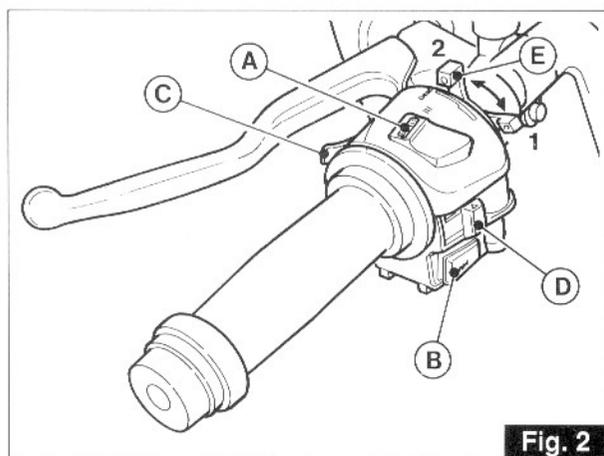

Fig. 2
Interrupteurs de commande feux (fig. 2 et 3)
Interrupteur «A» (lights) (fig. 2)
Schalter für Beleuchtung (Abb. 2 und 3)
Schalter «A» (lights) (Abb. 2)
Bouton klaxon, appels de phare et interrupteur clignotants (fig. 2)
■ si le moteur est froid, mettre le starter «CHOKE» «E» sur la position «1» (voir fig. 2);
Commande starter «CHOKE» («E» fig.2)
Druckknopf für Hupe, Passing und Schalter für Blinker (Abb. 2)
■ bei kaltem Motor den Hebel «E» «CHOKE» auf Startschaltstellung «1» legen (siehe Abb. 2);
Starthilfshebel «Choke» («E» in Abb. 2)